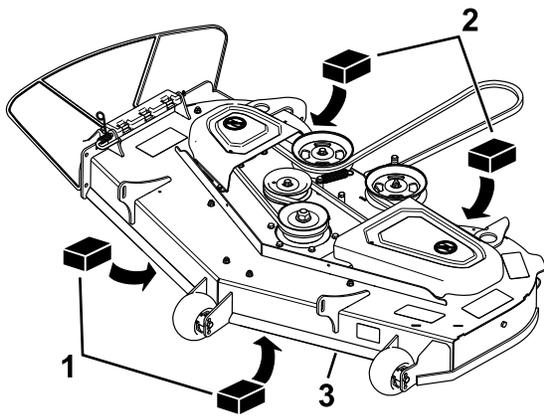

Figura 76
- Posizionate 2 blocchi, ciascuno con uno spessore di 6,6 cm, sotto ciascun lato del bordo anteriore del piatto, ma non sotto le staffe del rullo anti-strappo (**Figura 76**).
- Posizionate 2 blocchi, ciascuno con uno spessore di 7,3 cm, sotto il bordo posteriore della falda del piatto, 1 su ogni lato del piatto (**Figura 76**).